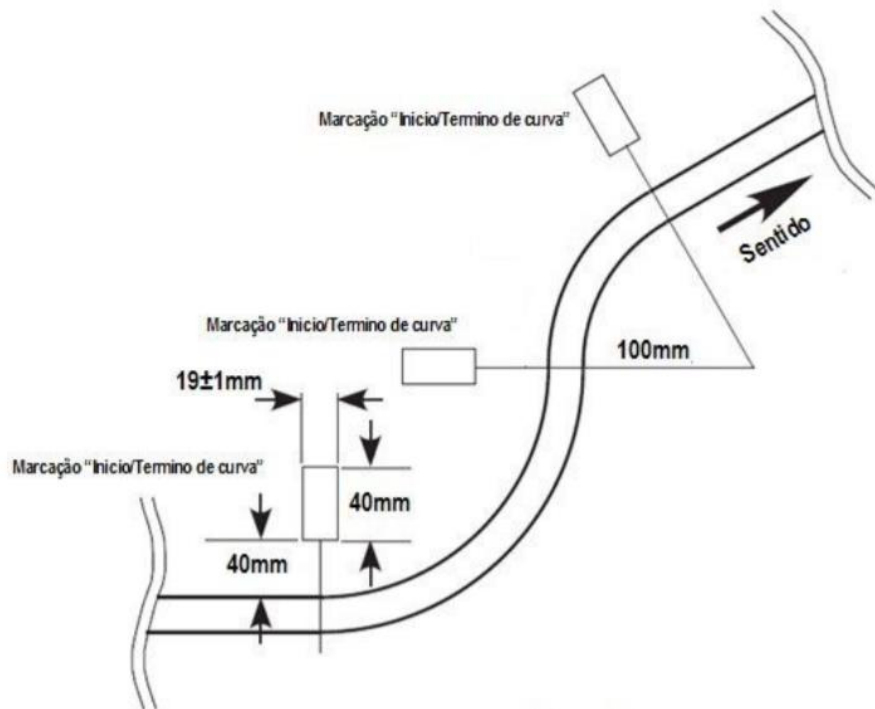

Figura 4
4.8 O raio dos arcos será de pelo menos 100mm.(vide figura 4).
4.9 Haverá uma marcação no lado esquerdo da linha (em relação ao sentido do percurso) no ponto em que houver alteração da curvatura (vide figura 4).